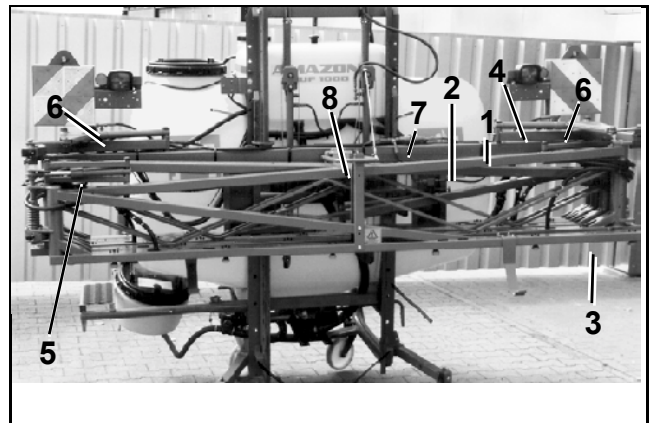

Fig. 8.8
- La vitesse de montée/descente peut être réglée à l'aide des étrangleurs (Fig. 8.8/6) en vissant ou dévissant la vis six pans creuse.